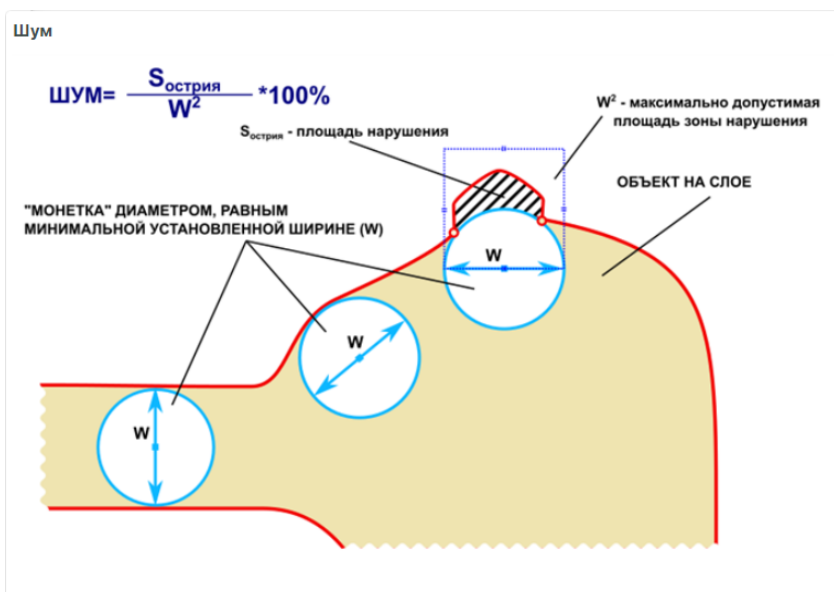

Рис. 505 Расчет значения шума
- максимального заданного значения шума: отношения площади острия к квадрату минимальной ширины (0% – 100%) для всех элементов, расположенных на выбранных слоях печатной платы, см. Рис. 505.